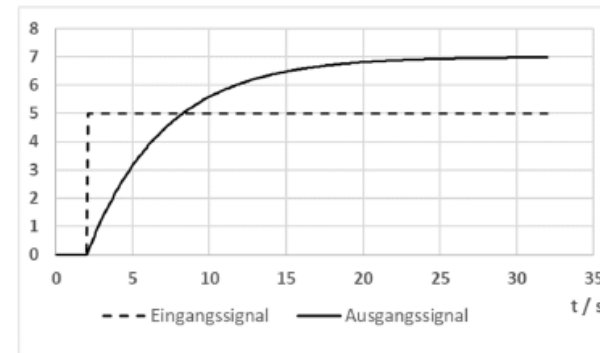

Abbildung 5: Sprungantwort
- a) Bestimmen Sie mithilfe der Sprungantwort in Abbildung 5 (siehe markiertes Blatt) die Kenngrößen dieser Regelstrecke. 4 VP